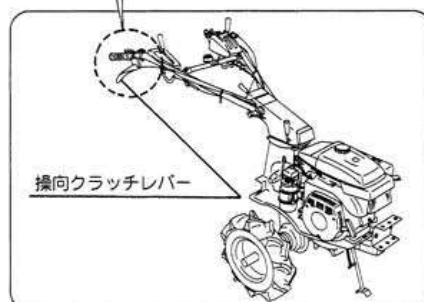

図42B
- 4 ハンドルを逆転したときは、操向クラッチが自動的に切替える機構になっていますが、念のために再度ワイヤの調整をおこなってください。(図42B)